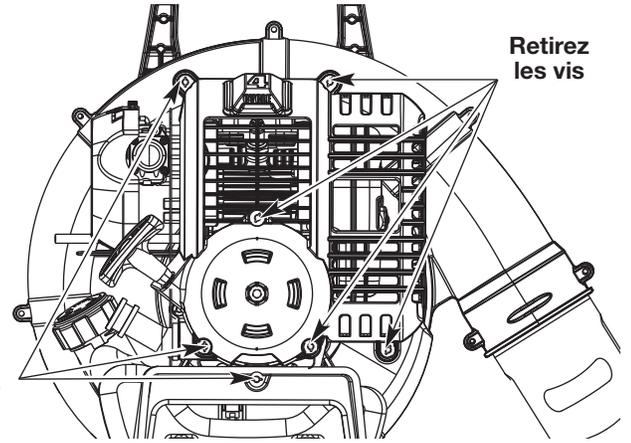

Fig. 27
1. Enlevez les sept (7) vis du haut du couvercle du moteur à l'aide d'un tournevis à lame plate ou T-25 Torx® (Fig. 27).
4. Déposez le couvercle du moteur (Fig. 27).
1. Arrêtez le moteur et laissez-le refroidir. Enlevez les sept (7) vis du haut du couvercle du moteur à l'aide d'un tournevis à lame plate ou T-25 Torx® (Fig. 27).